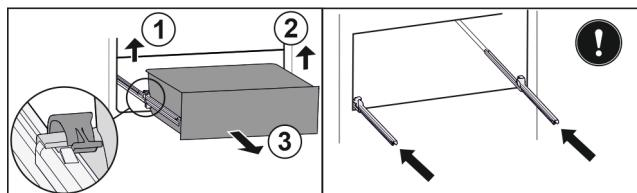

Fig. 80
- Zvedněte levou svorku a současně vytáhněte zásuvku vlevo dopředu. Fig. 80 (1)
- Zvedněte pravou svorku a současně vytáhněte zásuvku vpravo dopředu. Fig. 80 (2)
- Vyjměte zásuvku dopředu. Fig. 80 (3)